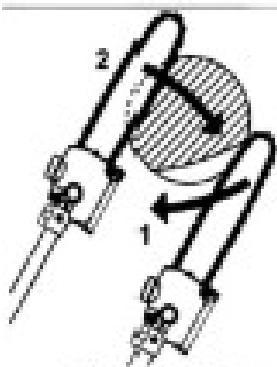

Fig. PP13
10.5.1 Première coupe (Fig. PP13)